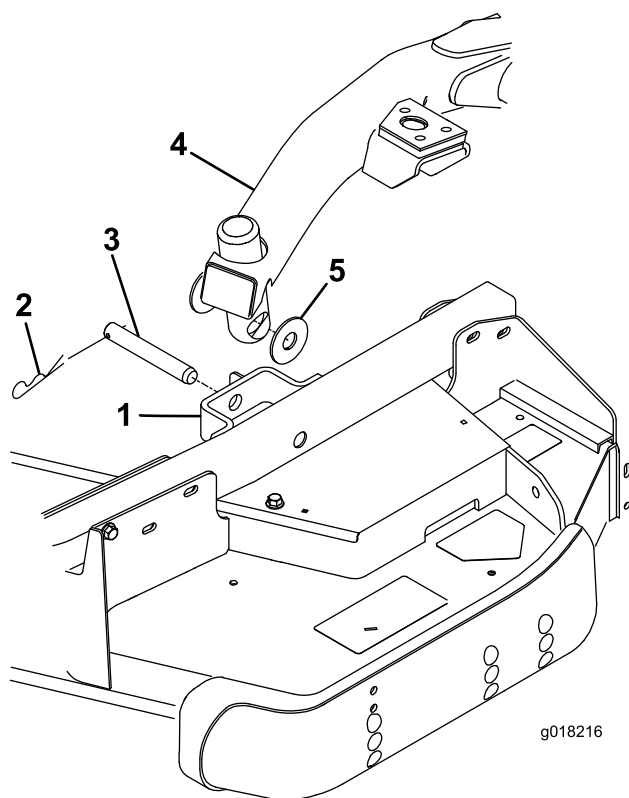

Figura 26
4. Portate in avanti l'interruttore di sollevamento in posizione Float. Spingete verso il basso un braccio di sollevamento fino a quando i suoi fori non si trovano allineati ai fori della staffa del braccio della ruota orientabile e l'asta dell'altezza di taglio può essere inserita nei pattini del braccio di sollevamento (Figura 26).
5. Fissate il braccio di sollevamento al braccio della ruota orientabile con (2) rondelle di spinta, un perno con testa e una coppiglia. Posizionate le rondelle di spinta tra il braccio di sollevamento e la staffa del braccio della ruota orientabile (Figura 26). Inserite l'estremità della coppiglia nell'apposito intaglio di ritegno presente sulla linguetta del braccio della ruota orientabile.